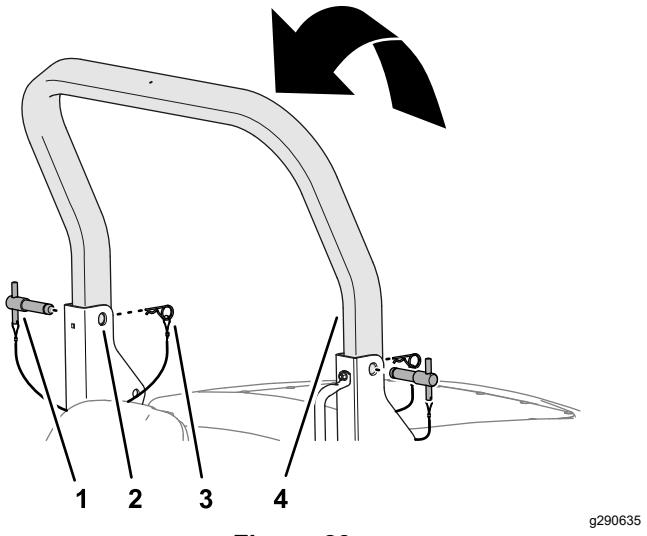

Figura 29
3. Sollevate il roll bar superiore finché i suoi fori non sono allineati con le staffe orientabili (Figura 29).
4. Inserite i perni del roll bar nei fori superiori delle staffe orientabili e nel roll bar superiore (Figura 29).
5. Fissate i perni del roll bar alle staffe orientabili con le coppiglie (Figura 29).